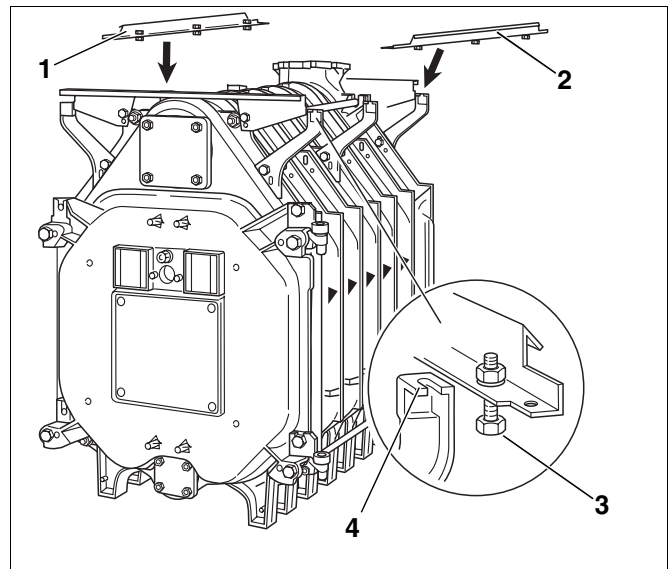

Abb. 38 Längsschienen montieren
- Die Längsschienen (Abb. 38, **Pos. 1 und 2**) auf die beiden Konsolen am Hinter- und Vorderglied auflegen.
- Längsschienen mit den vormontierten Schrauben (Abb. 38, **Pos. 3**) in die Aussparungen der Konsolen (Abb. 38, **Pos. 4**) einschieben und mit diesen verschrauben.